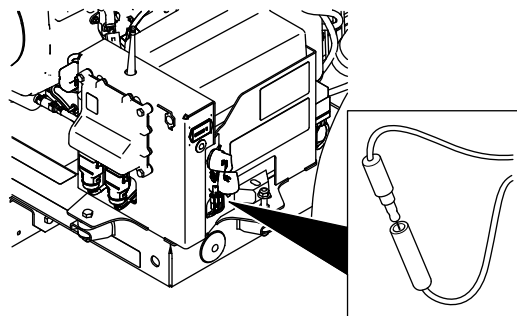

Figura 55
2. Retire o conector de um pino ao conector de uma tomada (Figura 55).
3. Ligue o conector de um pino ao conector de uma tomada (Figura 55).